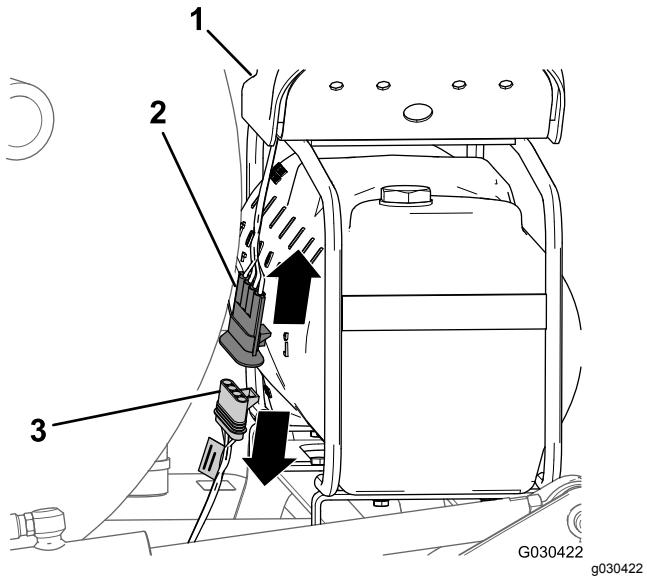

**Bild 10**
- Suchen Sie am Heck der Maschine den Kabelbaum für die schwenkbare Schlauchtrommel an der Rückseite des Sprühbehälters (Bild 10).
- Ziehen Sie den 2-Buchsen-Stecker des Kabelbaums für die elektrische Schlauchtrommel vom 2-Stift-Stecker des hinteren Hauptkabelbaums ab (Bild 10).
- Ziehen Sie den 3-Stift-Stecker des Kabelbaums für die elektrische Schlauchtrommel vom 3-Stift-Stecker des hinteren Hauptkabelbaums ab (Bild 10).